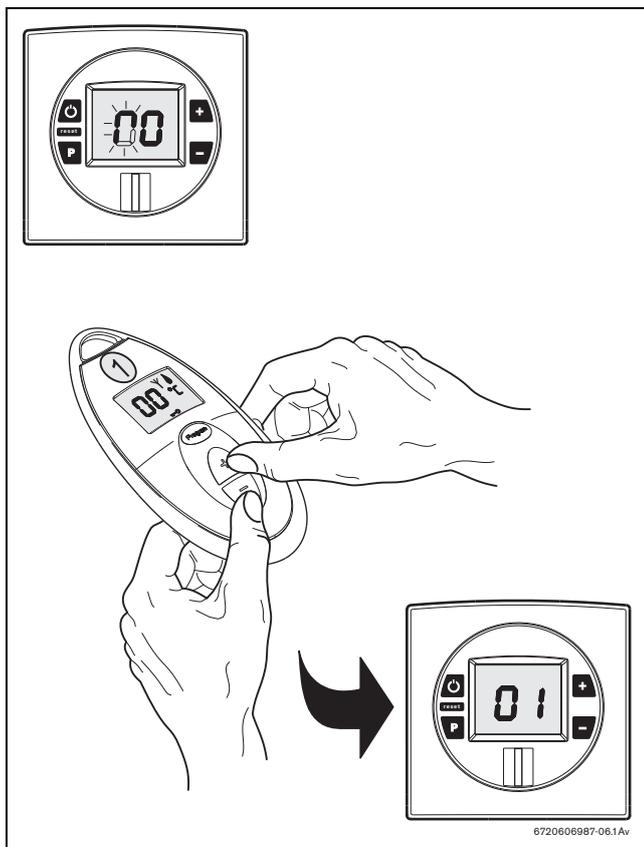

Fig. 37 Registro novo comando
- ▶ Segurar o comando em frente à caixa electrónica, pressionando simultaneamente as teclas  e  do comando (Fig. 37).